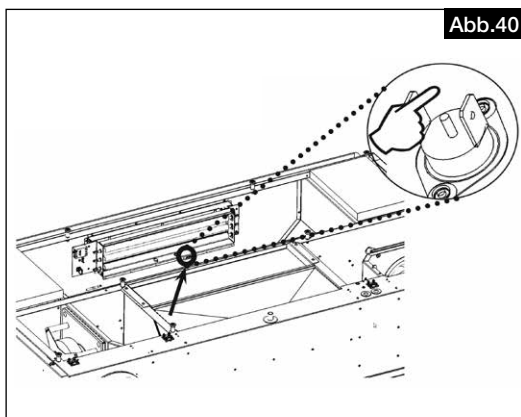

Abb. 40
1. Die Reset-Taste für die elektrische Nachheizung drücken (s. Abb. 40).